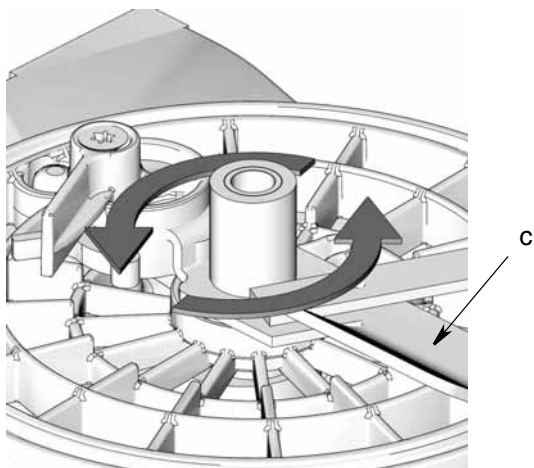

ABB. 8
3. Bauen Sie den Flügel (c) ein, indem Sie ihn **entgegen dem Uhrzeigersinn** festdrehen, allerdings nur handfest (ABB. 8).